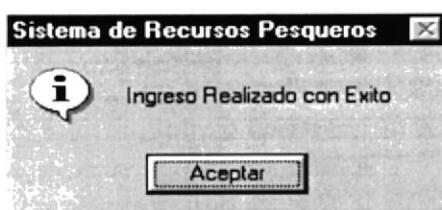

Figura 10.58 Mensaje de Ingreso
2. Si se guarda una ruta nueva se mostrará el siguiente mensaje (ver figura 10.58).